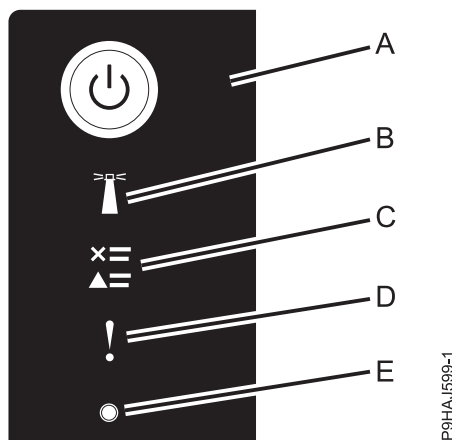

Abbildung 25. Anzeigen der Steuerkonsole
- Die Betriebsanzeige (A) (siehe folgende Abbildung) blinkt.
3. Drücken Sie den Netzschalter (A) auf der Steuerkonsole (siehe Abb. 25).